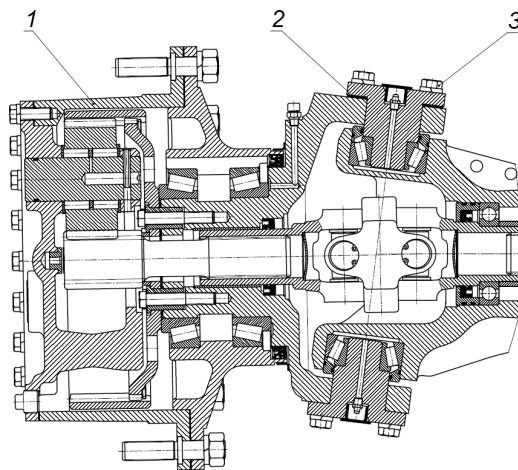

Рис. 5.8-7 Шкворневое соединение:
5.8.1.5 Проверка и регулировка осевого натяга в конических подшипниках шкворня (Рис. 5.8-7)